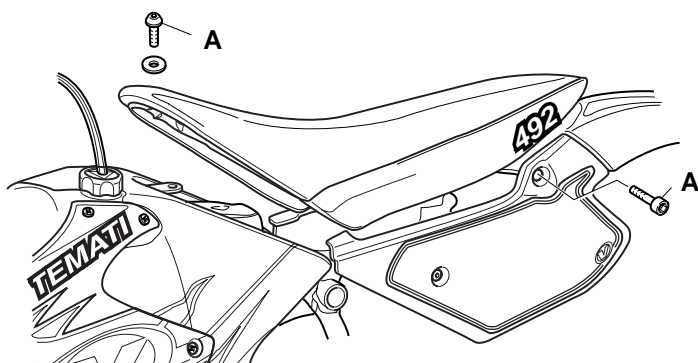

Fig. 36
1. Allentare le 3 viti "A" (Fig. 36) di bloccaggio della sella (una per lato) e sollevarla.
1. Unscrewing the 3 vines "A" ([Fig. 36) of bloking of saddle (one for side) and riseing.
1. Nach Lösen der 3 Schrauben "A" (Abb.36) (zur Sattelblockierung) den Sattel heben.
1. Desserrez les 3 vis "A" (Fig. 36) de verrouillage qui retiennent la selle (une de chaque côte) et la soulever.